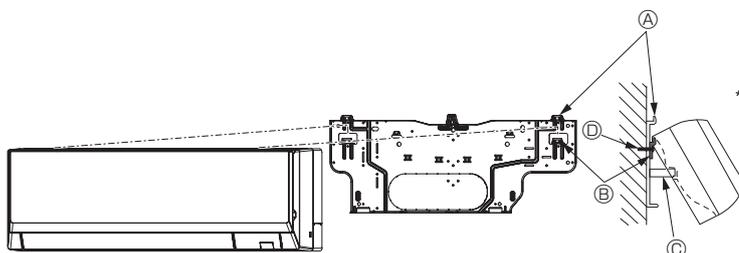

Fig. 3-13
- Wenn sich das Innengerät mit dem regulären Haken (Abmessung von 2.1. ⓐ) (Abstand zwischen Decke und Gerät) beträgt 75 mm oder weniger) nicht anheben und aufhängen lässt, hängen Sie das Gerät an den unteren Haken für die linke Rohrleitung. (Fig. 3-13)
(Fig. 3-13)